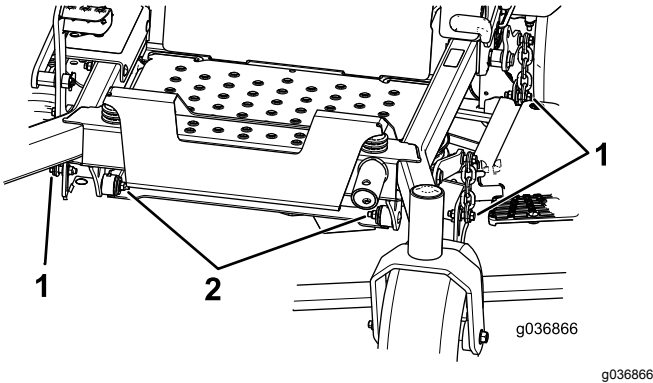

Figura 85
- 7. Retire y guarde los pernos y las tuercas de ambos lados de la máquina (Figura 85).